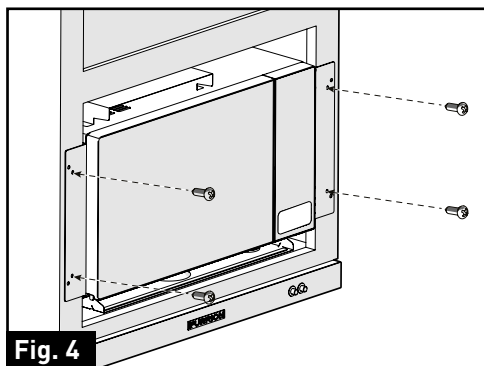

Fig. 4
- Fixez le micro-ondes dans l'armoire avec les 4 vis de montage fournies. (Fig. 4)